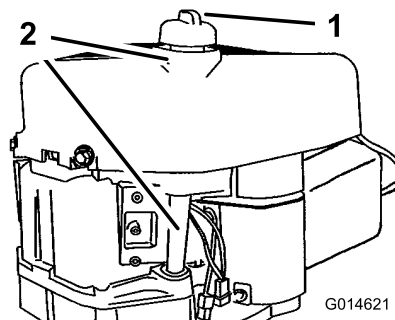

Figura 34
2. Pulite attorno all'asta di livello (Figura 34) in modo che la morchia non possa penetrare nel foro di rifornimento e danneggiare il motore.
10. Pulite la zona circostante l'asta di livello dell'olio e svitate il tappo (Figura 34).
11. Versate lentamente nel tubo di rifornimento (Figura 34) l'80% circa dell'olio indicato.